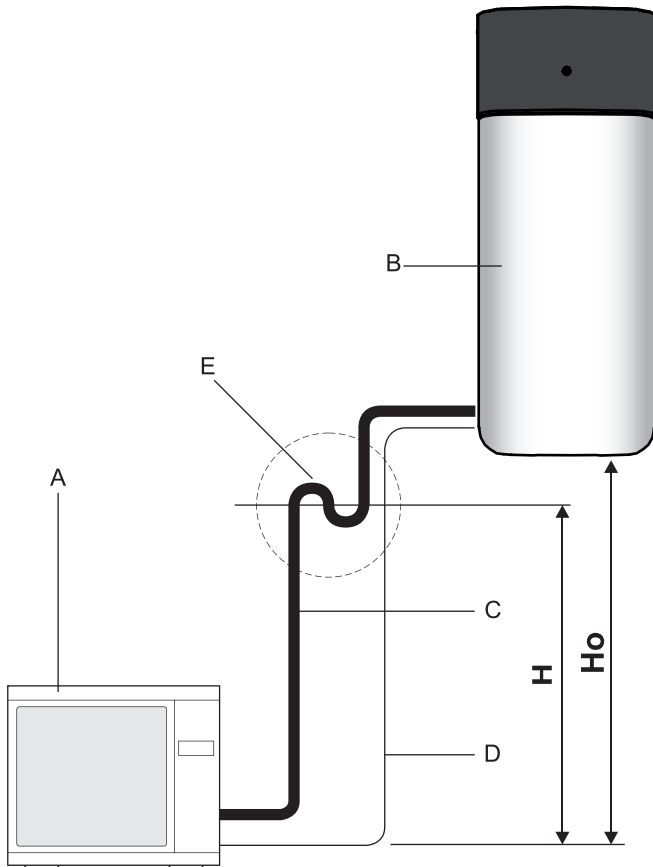

Fig. 24-46 Siphon collecteur d'huile de conduite de fluide frigorigène
- Nécessaire si la Daikin Altherma EHS(X/H) n'est pas installée à niveau avec la pompe à chaleur externe (Fig. 24-46, HC ≥ 10 m).
- Un coude collecteur d'huile doit être installé au moins tous les 10 m différence de hauteur (Fig. 24-46, H = distance entre siphons collecteurs d'huile).
Tab. 24-9 Légende de Fig. 24-46